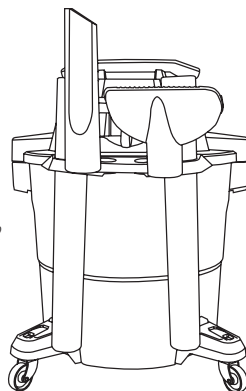

Fig. 22
44. Colocar las herramientas de la aspiradora en el sujetador de herramientas **22**. **Fig. 22.** La aspiradora debe guardarse bajo techo.